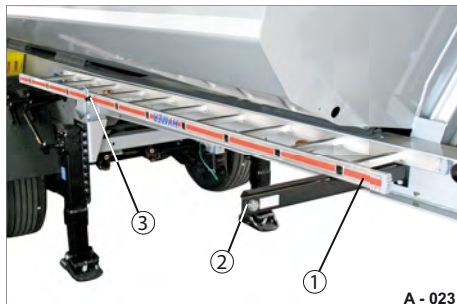

Abb. 33 Aufstiegsleiter seitlich am Fahrgestell
Optional kann die Aufstiegsleiter mit einem Bügel (Abb. 33/1) und Vorhängeschloss (Abb. 33/2) am Leuchten-Trägerarm (Abb. 33/3) ausgeführt werden.
- ▶ Bringen Sie ggf. das Vorhängeschloss (Abb. 33/2) an.